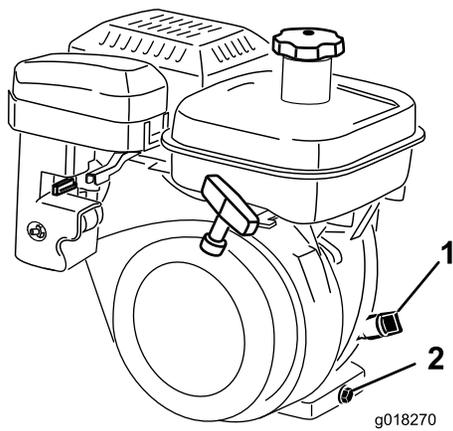

图34
2. 调整机器，使发动机保持水平，并清洁量油尺周围的区域（图34）。
3. 逆时针旋转油位量油尺，然后将其取出（图34）。
2. 在机器后部的排油塞下放置一个放油盘（图34）。拧松排油塞。